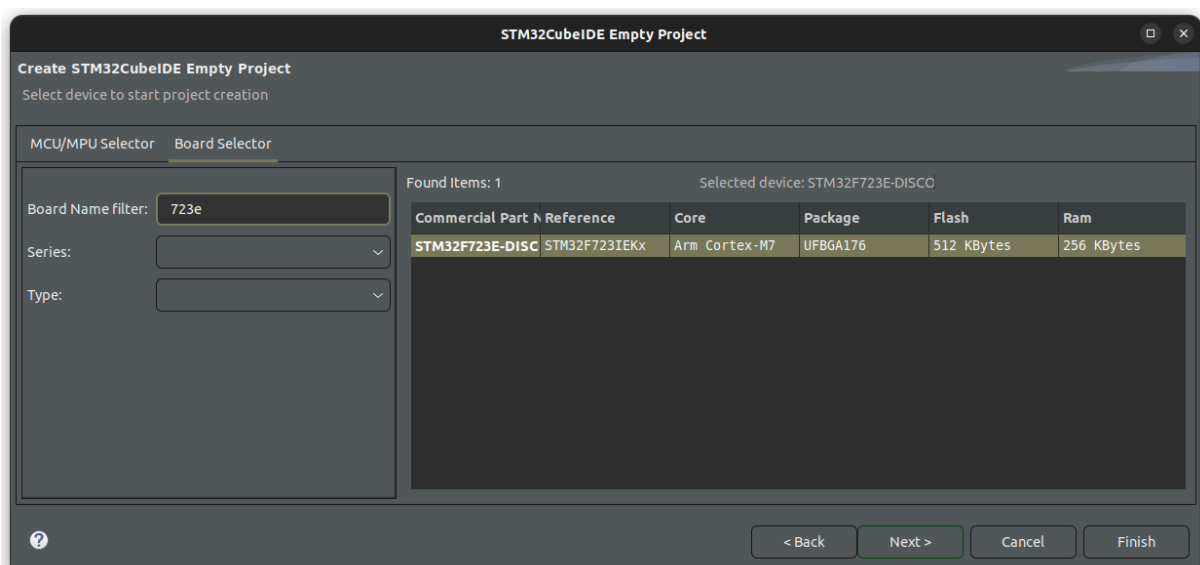

Figura 8: Selección de placa
4. En **Board Selector**, buscar 723e y seleccionar la única placa disponible (Figura 8).